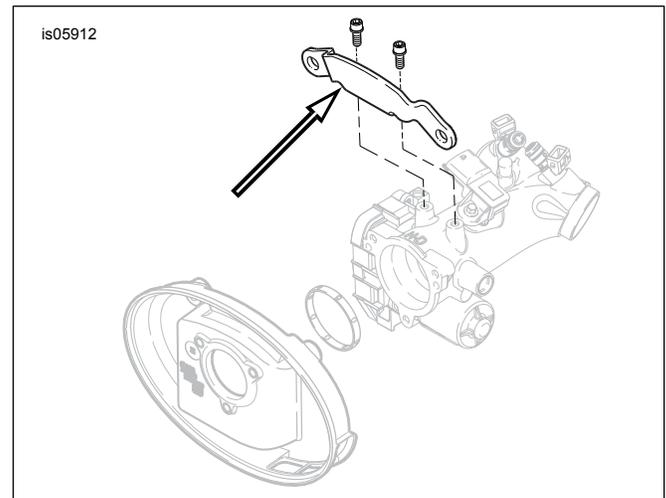

Figura 1. Remova o suporte do módulo de indução
4. Veja Figura 1. Remova e jogue fora o suporte do módulo de indução.